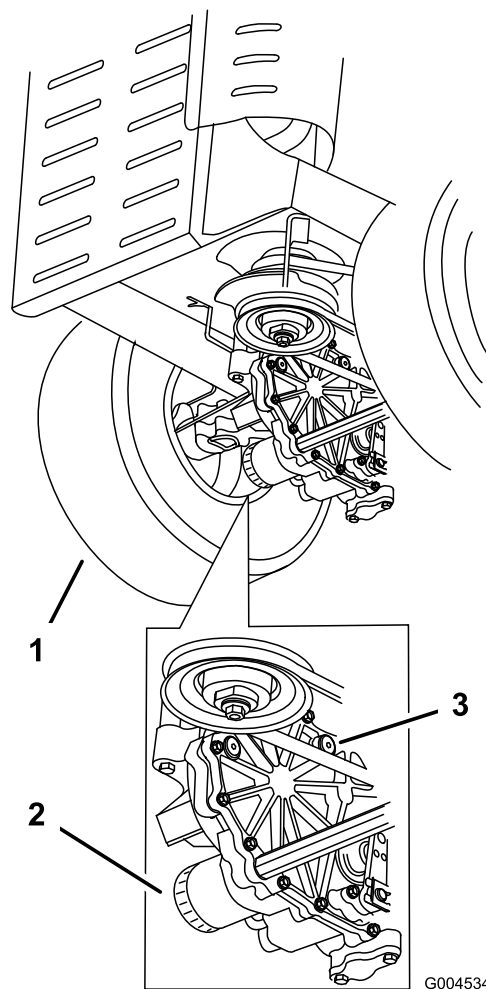

Figura 50
4. Limpie cuidadosamente la zona alrededor de los filtros. Es importante que no entre ningún tipo de suciedad o contaminación en el sistema hidráulico (Figura 50).
5. Desenrosque los filtros y deje que se vacíe el aceite del sistema de transmisión (Figura 50).